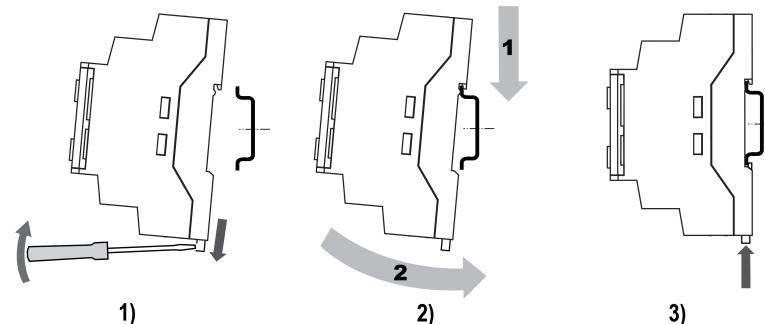

Рисунок 6.2 – Монтаж и демонтаж прибора
2. Вставив отвертку в проушину, оттянуть защелку (см. рисунок 6.2, 1).
3. Прибор прижать к DIN-рейке (см. рисунок 6.2, 2). Отверткой вернуть защелку в исходное положение (см. рисунок 6.2, 3)